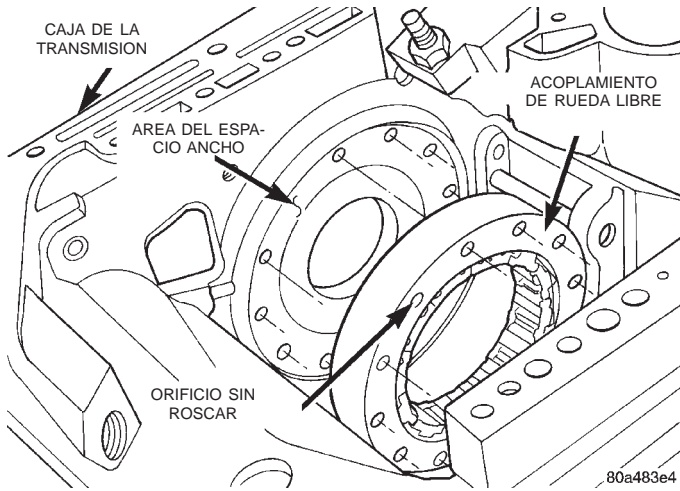

Fig. 93 Alineación de la leva del acoplamiento
(5) Examine los orificios de pernos de la leva del acoplamiento de rueda libre. Observe que un orificio está **sin roscar** (Fig. 93). Este orificio debe alinearse con el área sin rosca del círculo de pernos de la leva del embrague.